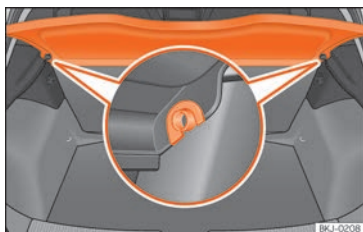

Fig. 164 Dans le coffre à bagages : dépose et repose de la plage arrière.
- Dégagez la plage arrière des supports latéraux »» **fig. 164** en la tirant vers le haut puis en la détachant.
- Introduisez la plage arrière horizontalement en faisant coïncider la « forme en U » sur l'axe des supports »» **fig. 164**, et appuyez vers le bas jusqu'à ce qu'elle s'encastre.